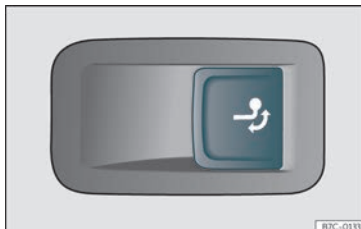

Fig. 251 A la part dreta del maleter: tecla per desbloquejar l'enganxall de bola.
• Estireu la tecla »» **fig. 251** breument. El ganxo de remolc es desbloqueja elèctricament i es gira automàticament cap a fora. L'indicador de control de la tecla fa pampallugues.
• Estireu la tecla »» **fig. 251** breument. El ganxo de remolc es desbloqueja elèctricament.
- Si l'indicador de control de la tecla »» fig. 251 → fa pampallugues, significa que el ganxo de remolc encara no s'ha encastat correctament o que està malmès »» △.
- Si l'indicador de control »» fig. 251 → roman encès amb la porta posterior oberta, el ganxo de remolc està correctament encastat tant quan està extret com quan està escamotejat.
- No premeu mai la tecla »» fig. 251 quan hi hagi un remolc enganxat o hi vagi muntat un portaequipatges o altres accessoris sobre el ganxo de remolc.